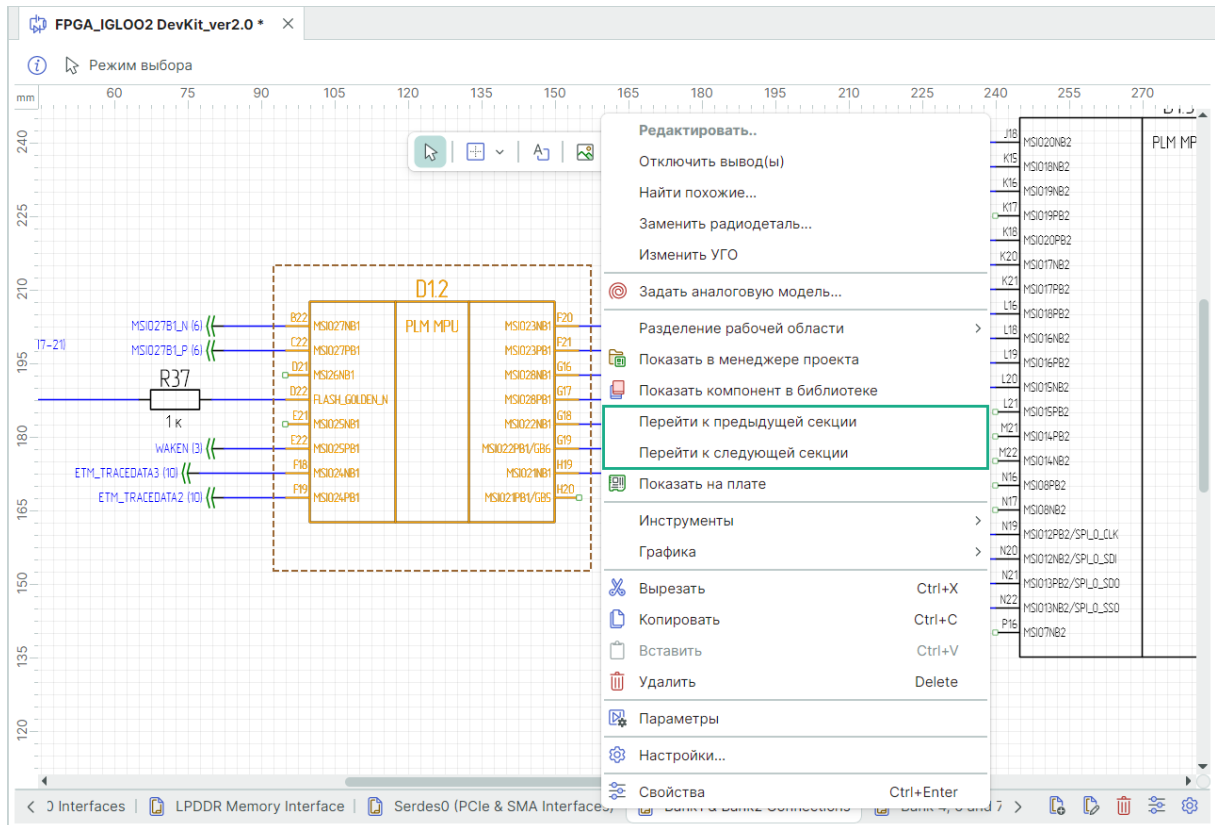

Рис. 36 Переход к следующей/предыдущей секции
2. Из контекстного меню выберите команду «Перейти к следующей секции» или «Перейти к предыдущей секции», см. Рис. 36.